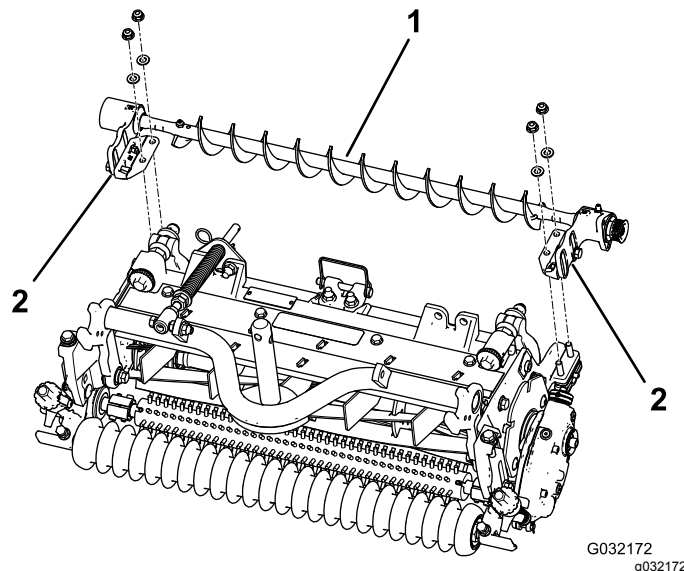

图4
5. 将左侧或右侧的滚筒刷组件安装支架固定到滚刀组侧板螺栓上 图4。